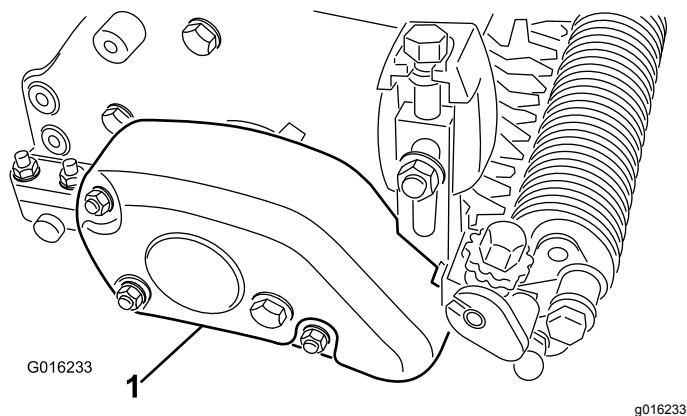

Figura 18
37. Monte la cubierta de la correa en la carcasa del groomer con 3 contratueras (Figura 18).